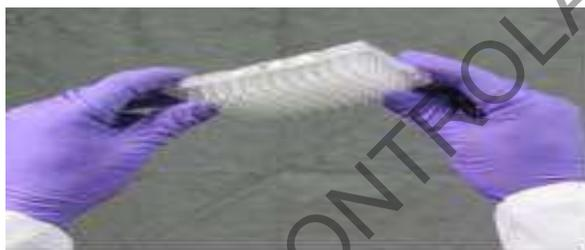

Figura 1. Vista posterior de la placa de reacción de 96 pozos.
7.1.13 Agregue 18 μ L (reacción completa) o 9 μ L (media reacción) de la mezcla rotulada como MM a los pozos de la placa donde se cuantificarán los estándares, las muestras y los controles positivo y negativo. Al terminar, tome la placa por los lados, cuidadosamente y sin invertirla de posición, levántela y revise (manteniéndola en posición horizontal) con cuidado que todos los pocillos a usar contengan la cantidad deseada de reactivo. Ver figura 1.